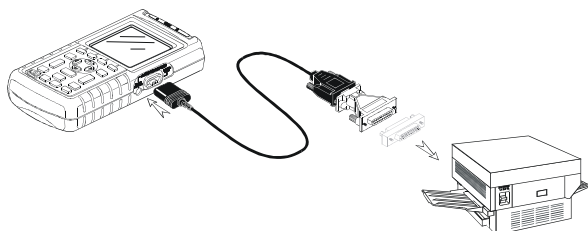

Abbildung 1-22. Anschließen eines Serielldruckers
- Das optisch isolierte RS-232-Adapterkabel (PM9080, als Option erhältlich), um einen Seriellendrucker an die sog. optische Schnittstelle oder OPTICAL PORT Ihres Meßgeräts anzuschließen. Siehe Abbildung 1-22.